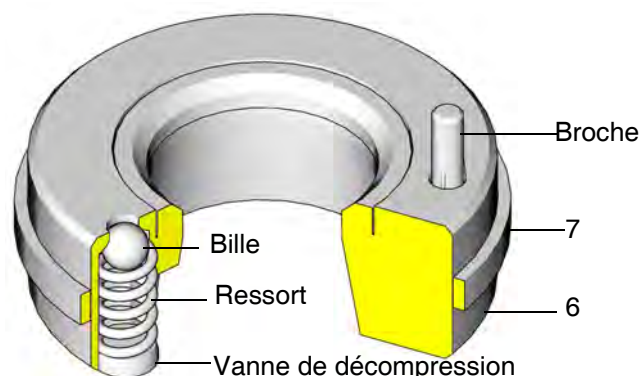

FIG. 2. Siège d'entrée avec vanne de décompression
2. Utilisez le **texte incrusté dans le boîtier de fluide d'entrée** (15) comme guide pour installer le siège d'entrée de la vanne de décompression (6★). La broche (Voir la FIG. 2) sur le siège doit pointer vers le boîtier de fluide d'entrée (15). Cette broche assure le bon positionnement du siège (6★), pour que l'évent (V) ne soit pas bloqué par un élément du boîtier.
3. Installez le siège d'entrée (33★) sans la vanne de décompression du côté droit du boîtier d'entrée de fluide (15).